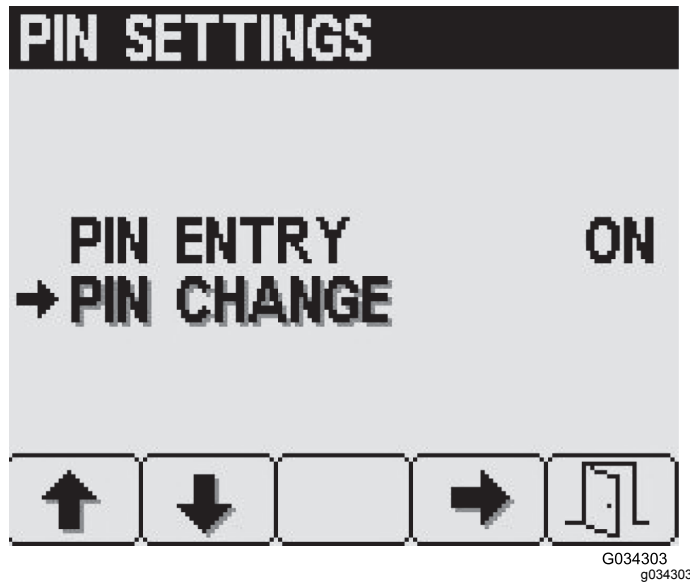

图 27
3. 从 PIN SettingsPIN 设置屏幕按下 2 号按钮直至到达各个 PIN ChangePIN 更改然后按 4 号按钮选择 PIN ChangePIN 更改 图 27。